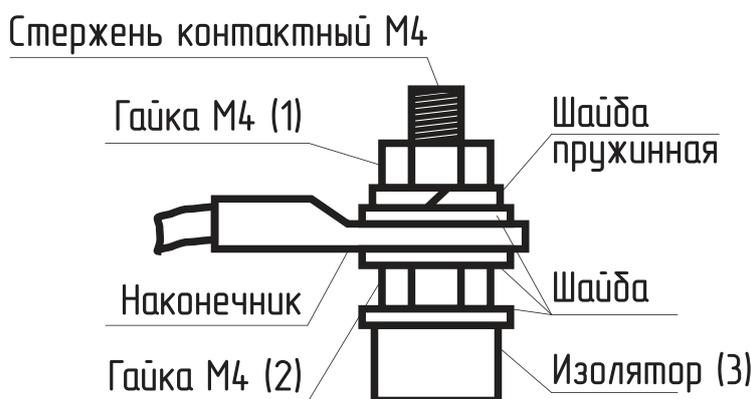

Рис.22 Присоединение проводов к выводам блок ТЭН
- при замене блок ТЭН присоединение фазных проводов к выводам блок ТЭН производить согласно **рис.22**. Сечение кабеля указано в **таблице 7**;